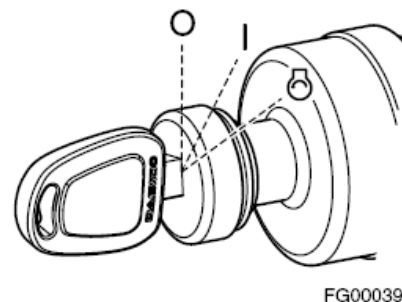

Figura 25
5. Pare el motor girando la llave a la posición "O" (OFF) (Figura 25).